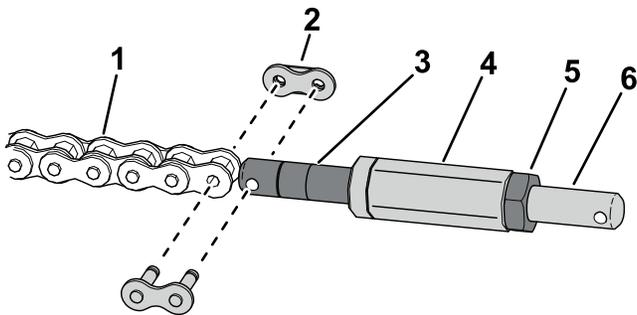

図 13
5. チェーンリンクを使って、チェーンをターンバックルに取り付ける 図 13。
6. チェーン・ターンバックルに六角シャフトを取り付ける 図 13。
7. ジャムナットを使って、チェーンリンク・ターンバックルを六角シャフトに取り付ける 図 13。